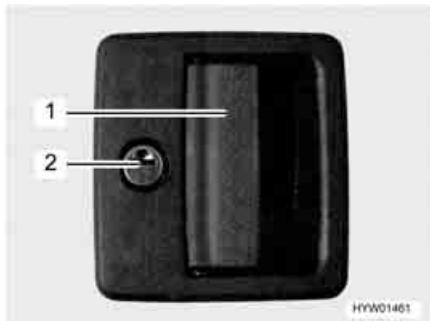

Fig. 34 Serratura della porta di ingresso, lato esterno
*Apertura:* ■ Inserire la chiave nel cilindro della serratura (Fig. 34,2) e ruotare fino a quando la serratura della porta si sblocca.
■ Tirare la maniglia della porta (Fig. 34,1). La porta è aperta.
*Bloccaggio:* ■ Inserire la chiave nel cilindro della serratura (Fig. 34,2) e ruotare fino a quando la serratura della porta si blocca.